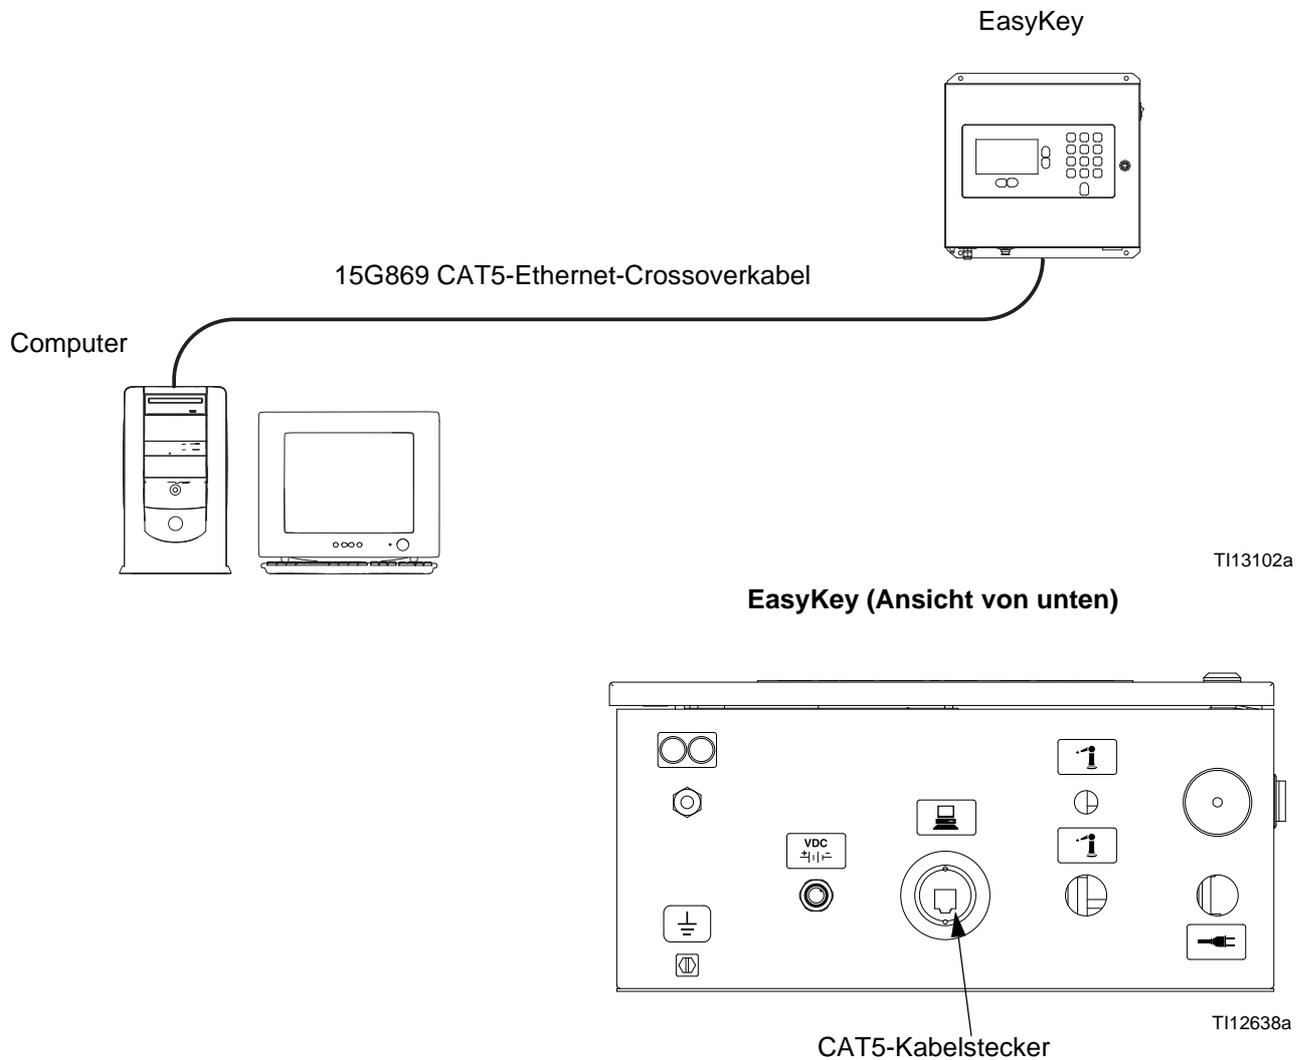

ABB. 7. ProMix 2KS/3KS Basic-Webschnittstellenverbindung
2. Nach der Installation der ProMix Anwendungsschnittstelle den Computer über das mit dem EasyKey mitgelieferte Ethernet-Crossover-Kabel 15G869 CAT5 direkt mit dem EasyKey verbinden. Siehe ABB. 7.
Über den Haupt-BWI-Bildschirm (siehe ABB. 7) können Sie Setup, Software/Resets oder Berichte auswählen.